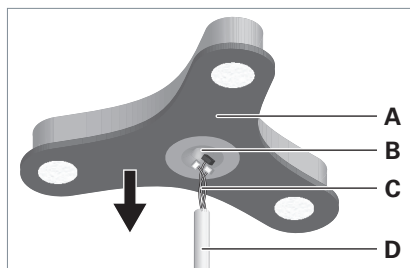

Fig. 6: Placer la tête du luminaire.
- Placez la tête du luminaire **A** sur le bras vertical **D** et introduisez les câbles **C** par l'ouverture **B** dans la tête du luminaire, voir Fig. 6.